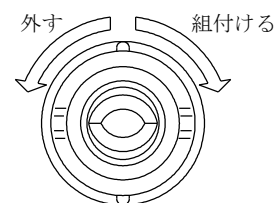

図 6. ひねり方向
⑦ポンプ ON 時は低圧運転(0.05~0.1MPa)したあと、徐々に使用圧力に昇圧してください。
(3) ノズルチップの脱着手順
①分解手順
- ①-1. ノズルを噴口側から見て、ノズルチップを反時計回りに約 90° ひねり(図 6)、ボールアダプターより引抜きます。
- ②-2. ノズルチップとボールアダプターの凹凸を合わせてから押込み、ノズルチップを時計回りにパチンと音がするまで約 90° ひねってください(図 6)。